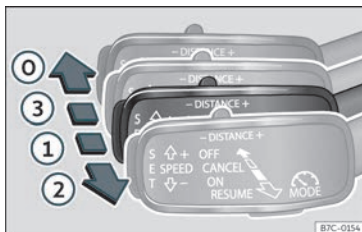
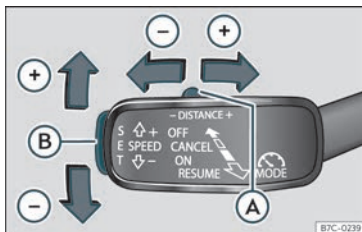

Fig. 218 A l'esquerra de la columna de la direcció: tercera palanca per gestionar el control adaptatiu de velocitat.
Fig. 219 A l'esquerra de la columna de la direcció: tercera palanca per gestionar el control adaptatiu de velocitat.
- Per activar l'ACC, moveu la tercera palanca a la posició **ON** >>> **fig. 218** ①. En aquest moment l'ACC no està actiu i no hi ha velocitat programada.
- A continuació, premeu la tecla **SET** >>> **fig. 219** ⑥ o desplaceu la palanca a la posició **RESUME** >>> **fig. 218** ②. En aquest moment s'activa l'ACC, es programa la velocitat actual
- En cas que es vulgui incrementar la velocitat en intervals d'1 km/h (0,6 mph), desplaceu la palanca cap a la posició **RESUME** >>> **fig. 218** ② o, per disminuir-la, premeu la tecla **SET** >>> **fig. 219** ⑥.
- Per augmentar o reduir el nivell de distància, desplaceu la tecla **A** cap a la dreta o l'esquerra >>> **fig. 219**.
- Per desconnectar l'ACC, moveu la palanca a la posició **OFF** (fixa) >>> **fig. 218** . En aquest moment apareix el text **ACC desactivado** i la funció queda totalment desactivada.